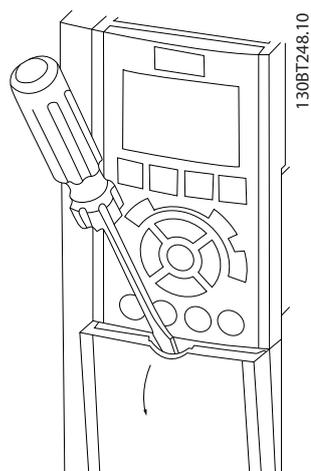

Ilustración 2.8 Acceso al cableado de control de las protecciones A2, A3, B3, B4, C3 y C4
- Retire la placa de cubierta de acceso con un destornillador. Consulte *Ilustración 2.8*.